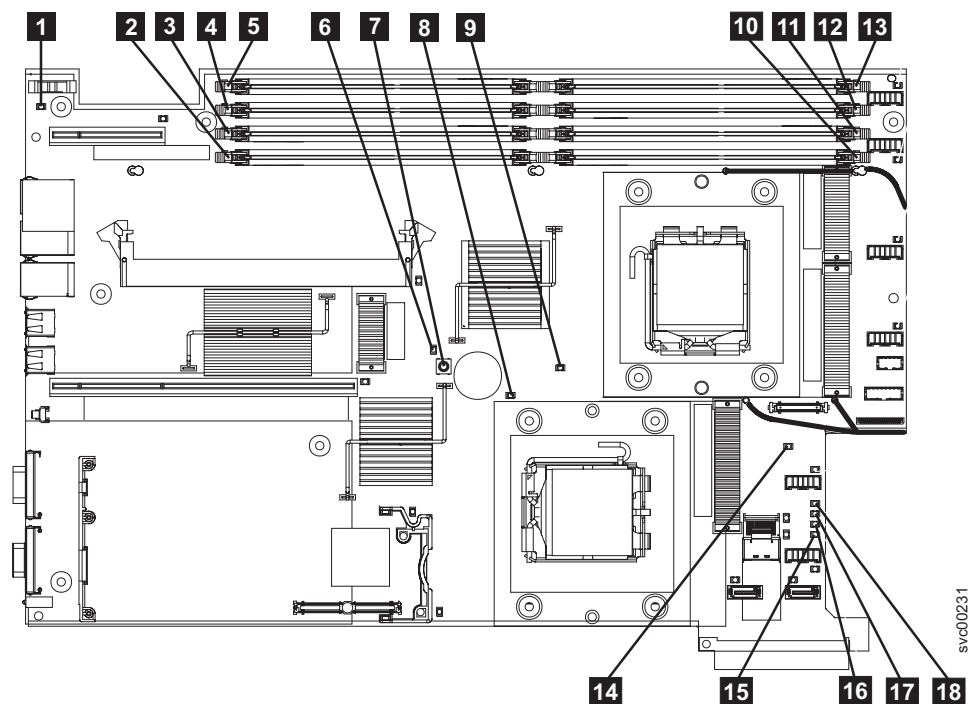

図 102. SAN ポリユーム・コントローラー 2145-8G4 システム・ボード LED
- 490 ページの表 59 を参照して、特定のライト・パス診断 LED 用に指定されたアクションを実行します。その後、ステップ 3 (491 ページ) に進みます。アクションによっては、システム・ボード上の LED 状態を監視している必要があります。489 ページの図 102 は、システム・ボード LED の位置を示しています。ファン LED はそれぞれのファンに隣接して配置されています。必要な LED を表示するには以下を行います。
- d. ライト・パス診断ボタン (489 ページの図 102 の **7**) を押します。